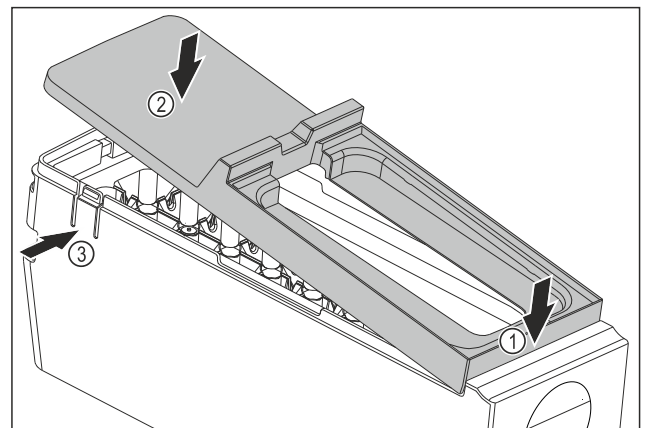

Fig. 139
- ▶ Montirajte poklopac tijela sustava EasyTwist-Ice: Postavite poklopac srijeda Fig. 139 (1)
- ▶ Spustite poklopac straga Fig. 139 (2)
- ▷ Poklopac će se čujno uglaviti u oba jezička Fig. 139 (3).